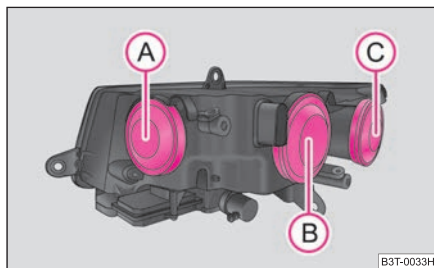

Fig. 217 Faros delanteros: posición de montaje de las bombillas
Posiciones de las bombillas en el faro delantero ⇒ fig. 217.
- Quitar la caperuza protectora (A) ⇒ fig. 217.
- Quitar la caperuza protectora (B) ⇒ página 252, fig. 217.